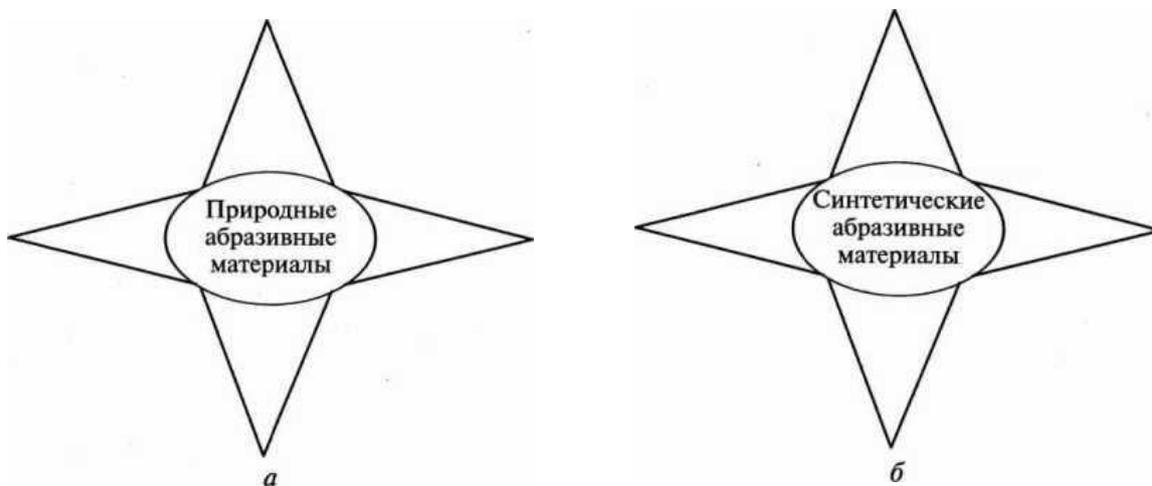

Рис. 8.1. Природные (*a*) и синтетические (*б*) абразивные материалы («солнечные лучи»)
7. Дорисуйте «солнечные лучи» (рис. 8.1) и впишите в них названия абразивных материалов.